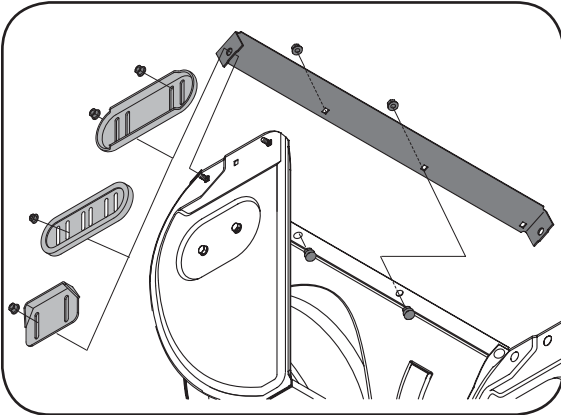

Figure 6-4
1. Retirez le couvre-courroie en plastique sur le devant du moteur en enlevant les deux vis auto-taradeuses. Voir la Figure 6-4.
1. Retirez le couvre-courroie en plastique sur le devant du moteur en enlevant les deux vis auto-taraudeuses. Voir la Figure 6-4.